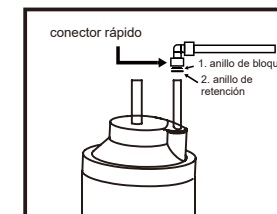

Fig 8
- b. Saque la pestaña azul (1) del conector en la parte superior del filtro (Fig 8).
- c. Mientras presiona el anillo de retención (2), tire del conector rápido para sacarlo del filtro (Fig 8).